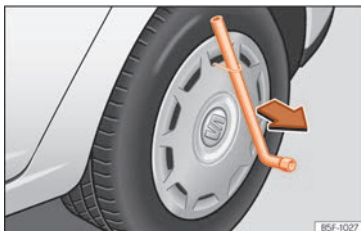

**Fig. 42** Retirar el embellecedor integral.
- Introduzca la llave de rueda a través del gancho, apóyela en el neumático y retire el embellecedor » fig. 42.